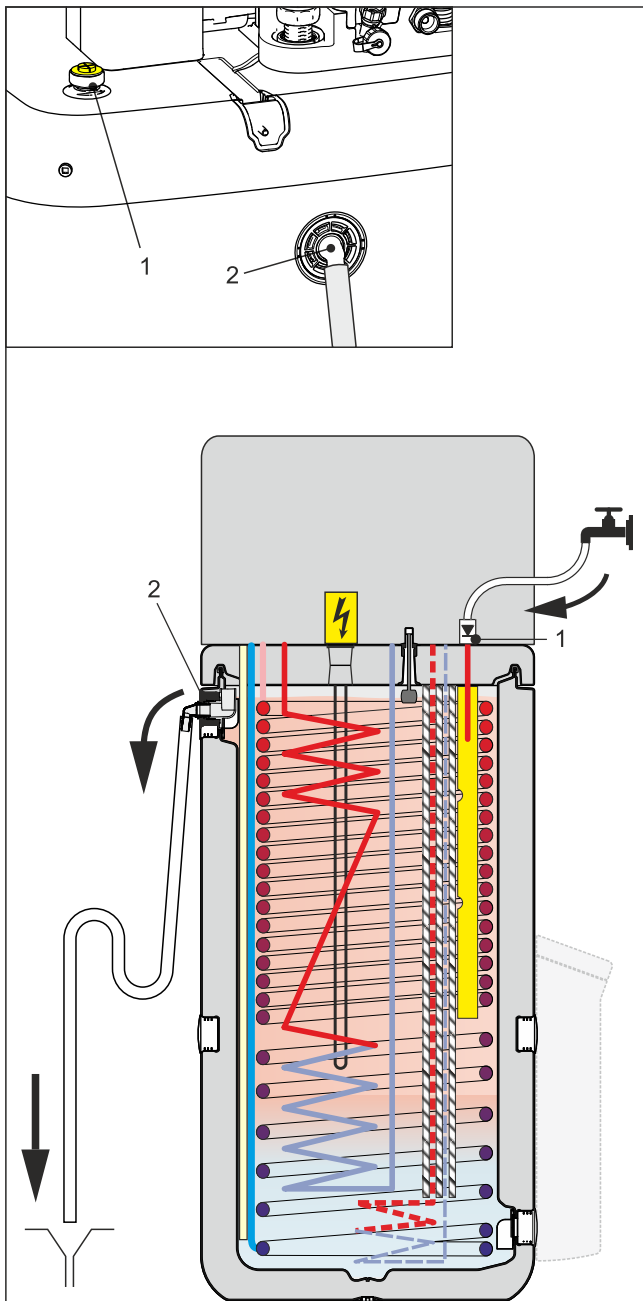

Bild 3-48 Befüllung Pufferspeicher - ohne angeschlossenes Drain-Back Solar-System
- 1 **Füllschlauch** mit Rückflussverhinderer (1/2") an den Anschluss "Solar - Vorlauf" (Bild 3-48, Pos. 1) anschließen.
- 2 Speicherbehälter des Innengeräts **befüllen bis Wasser an dem Überlaufanschluss** (Bild 3-48, Pos. 2) austritt.
- 3 Speicherbehälter des Innengeräts **befüllen bis Wasser an dem Überlaufanschluss** (Bild 3-48, Pos. 2) austritt.